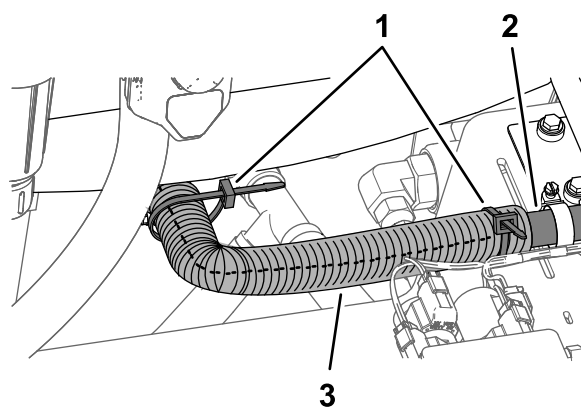

Figure 31
6. Placez le gaine fendue ondulée autour du flexible (43,3 cm) entre le réservoir de rinçage et la pompe du réservoir de rinçage, et fixez la gaine avec 2 serre-câbles (**Figure 31**).